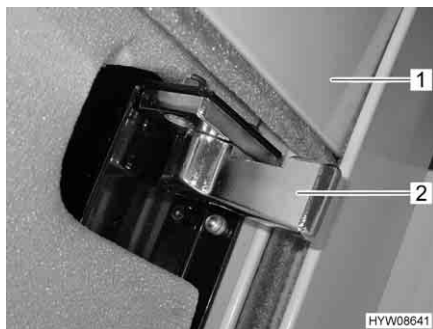

Fig. 25 Chiusura di sicurezza (oscurante a rullo)
- Premere e tenere premuto il pulsante basculante (Fig. 23,1 o Fig. 24,1) finché l'oscurante a rullo (Fig. 25,1) ha raggiunto la posizione più alta.
- Sui entrambi i lati, ruotare spingendo indietro (Fig. 25) la chiusura di sicurezza (Fig. 25,2).